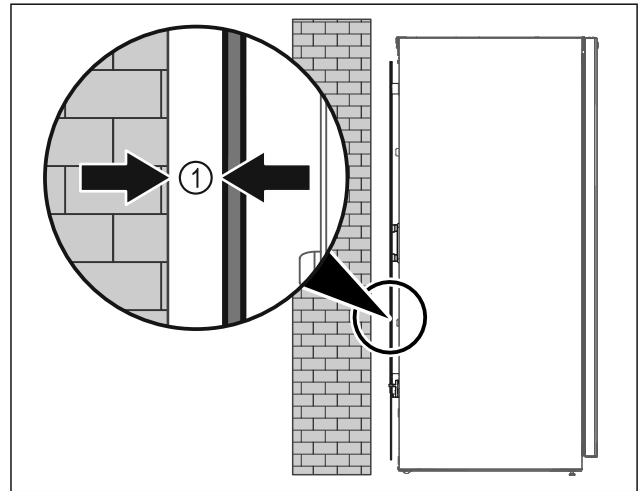

Fig. 7
- ▶ Uređaj je moguće postaviti ili slobodno u prostoriji ili izravno na zid na najmanjoj udaljenosti od 5 mm Fig. 7 (1).